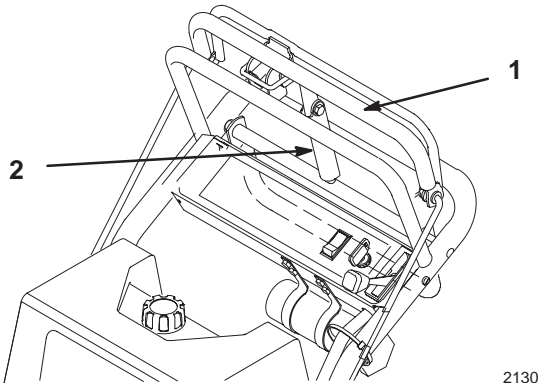

Abbildung 11
1. Den oberen Fahrtriebshebel nach hinten ziehen (Abb. 11) und in dieser Position festhalten.
2. Den Hebel für die Feststellbremse nach oben schwenken (Abb. 11) und den oberen Fahrtriebshebel langsam loslassen. Der Hebel für die Feststellbremse sollte in der eingestellten Position (Sperrposition) bleiben.
1. Den oberen Fahrtriebshebel nach hinten ziehen (Abb. 11). Den Hebel für die Feststellbremse wieder in die Entriegelungsposition bringen.